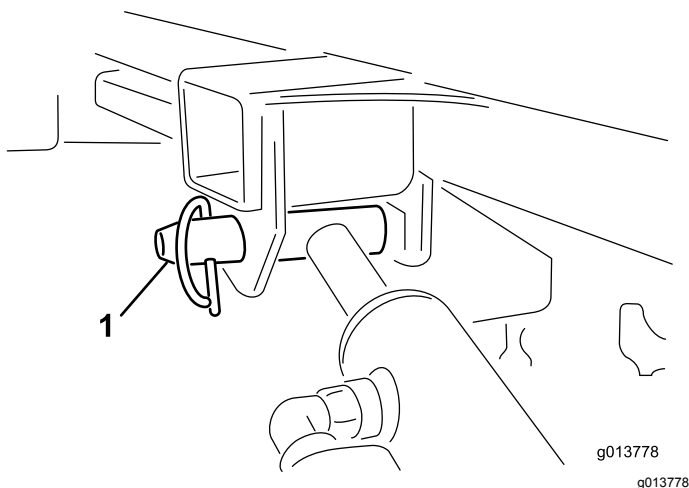

Рисунок 51
11. Удерживайте подъемный цилиндр одной рукой. Другой рукой извлеките стопорный штифт, фиксирующий цилиндр (Рисунок 51).